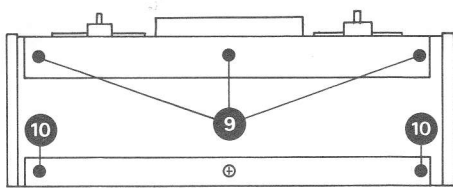

Fig. 3.2.-4
- Dévisser les 8 vis à tête en croix (1) (Fig. 3.2. - 1)
- Dévisser les 3 vis à tête en croix (2) (Fig. 3.2. - 2).
3.2.3. Démontage de la plaque frontale (Fig. 3.2. - 3)
- Oter les poulies des palpeurs (4) après en avoir dévissé le couvercle (à la main).
- Même processus pour le galet presseur (8).
- Retirer le couvercle des têtes en tirant en avant (7).
- Retirer délicatement en avant la platine du rail de montage (6).
- Dévisser 5 vis à tête en croix (3).
- In vorderer Fussleiste 3 Kreuzschlitzschrauben ⑨ lösen (Fig. 3.2. - 4).
- Die 2 äusseren Kreuzschlitzschrauben ⑩ (Fig. 3.2. - 4) im hinteren Fuss lösen.
- Remove 3 Phillips screws ⑨ from front support rail, (fig. 3.2. - 4).
- Remove the 2 outside Phillips screws ⑩ from the rear support rail, (fig. 3.2. - 4).
- Dévisser les 3 vis de fixation du pied avant ⑨ (Fig. 3.2. - 4).
- Dévisser les vis des deux extrémités du pied arrière ⑩ (Fig. 3.2. - 4).